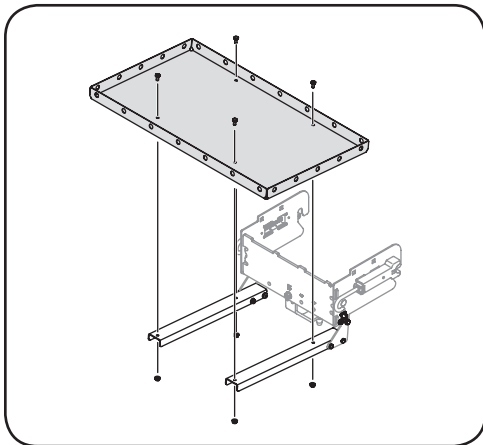

Figura 1-10
11. Asegure el portacargas (Ref. nº 16) a las ménsulas de carga utilizando cuatro tornillos de carro (Ref. nº 19) y cuatro tuercas de seguridad bridadas (Ref. nº 20). Vea la Figura 1-10.